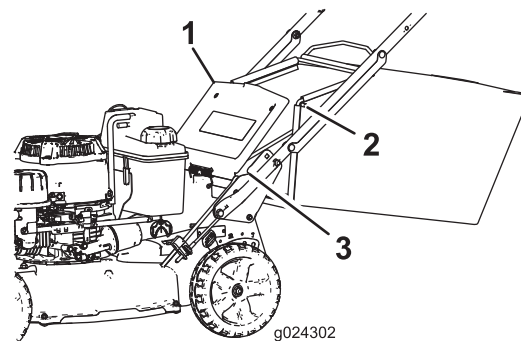

Figure 20
2. Soulevez le volet arrière et gardez-le dans cette position (Figure 20).
4. Placez les extrémités de la tige du bac dans les crans à la base du guidon et basculez le bac d'avant en arrière pour vous assurer que les extrémités de la tige sont bien engagées au fond des deux crans (Figure 20).
3. Enlevez la tige du bac à herbe des crans à la base du guidon (Figure 20).